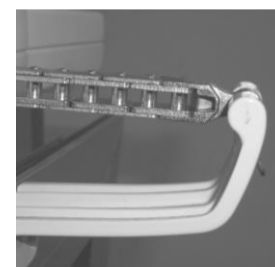

Fig. 16
2. Con una mano mantener la ventana y con otra sacar el perno para liberar la ventana (*le recomendamos que lo haga con la apertura de al menos 10 cm para facilitar la liberación de la ventana*) - Fig. 16.